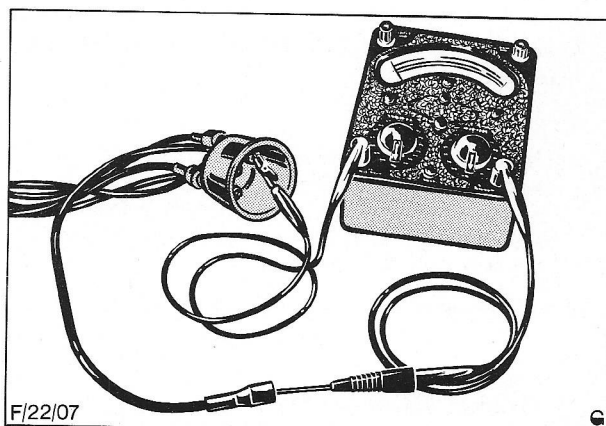

Fig. 76 Kabelweerstand meten
4. Meet de kabelweerstand, zie Fig. 76. Zie Technische Gegevens.